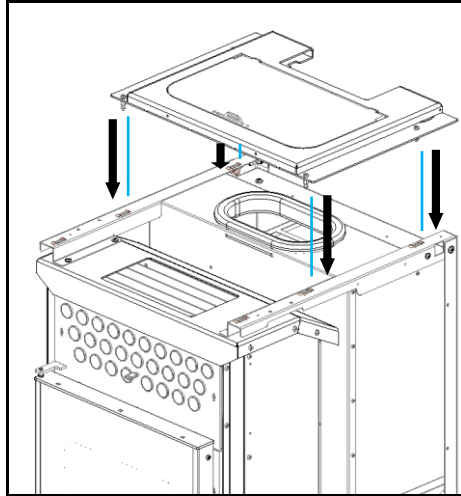

Figura 86 – Colocación tapón superior
a) Colocar la cabeza superior como se muestra en la Figura 86. Para asegurar que la tapa se coloca correctamente, contiene cuatro pasadores en la parte inferior que deberían participar los resortes que se encuentran en la estructura.